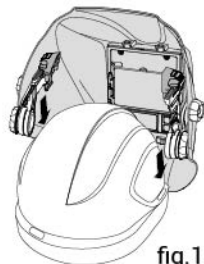

fig.15
- Glissez les broches de l'adaptateur dans les fentes situées de chaque côté du casque (voir fig.15).